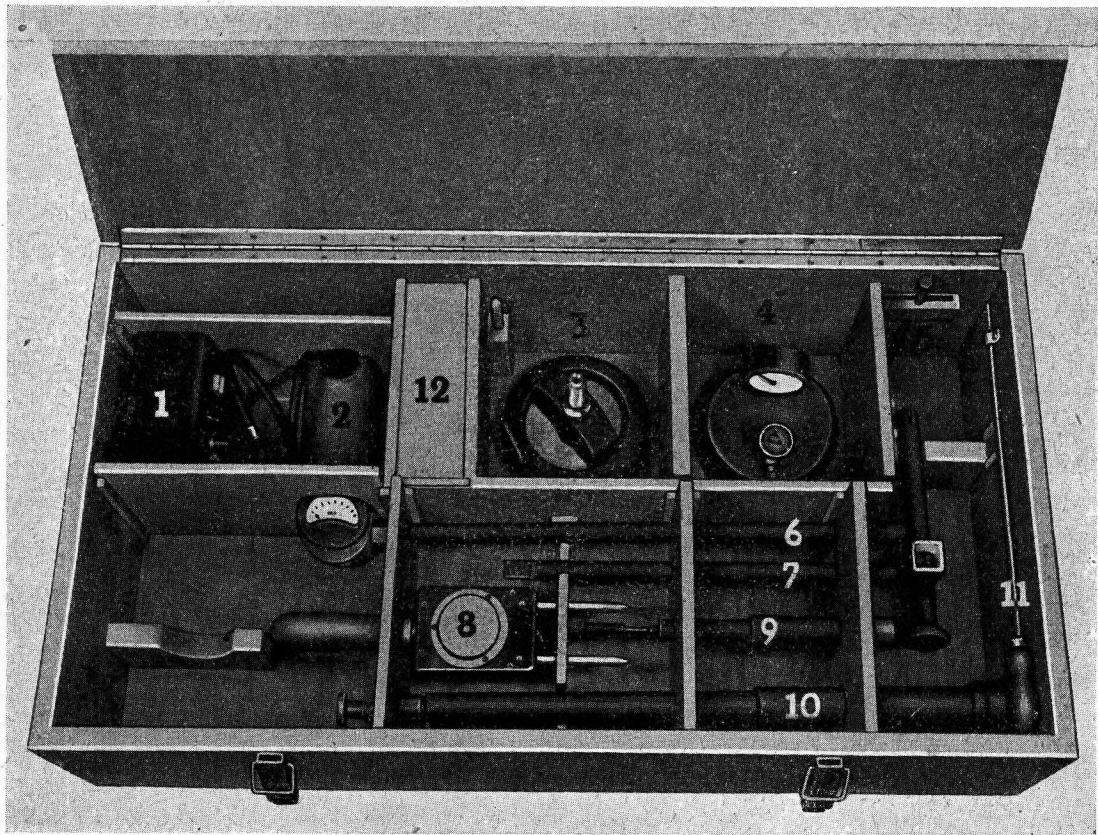

Abb. 9: Zubehörsatzkoffer
Die zum Instandsetzen und Prüfen des FuG 302 benötigten Werkzeuge und Prüfgeräte befinden sich in einem Koffer, Pos. Nr. 500, vgl. Abb. 9. Der Koffer enthält folgende Teile:
2. Das **Antennenstromabtastrgerät** (Anlage 1 a, Abb. 9 und 11) dient zum rückwirkungs-freien Messen des Antennenstromes bei der Abstimmung und Trimmung.
- b) **Antennenverschluß-Schraube:** Um die Trimmung ausführen zu können, wird die normale Antennenverschlußschraube gegen einen Antennen-trimmkopf Pos.Nr.500/3 (siehe Abb. 9, Teil 3), der Öffnungen im Isolator hat, vertauscht.